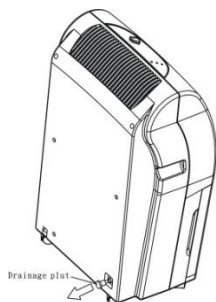

Рис.1
1. Выньте дренажную заглушку с отверстия (рис.1).